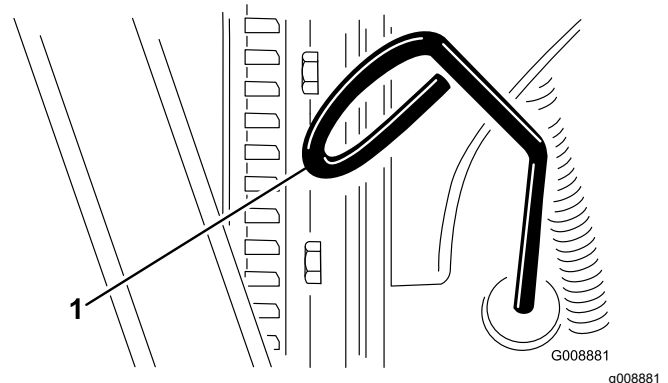

図 59
2. ディップスティック 図 59 を抜きウェスで一度きれいに拭く。